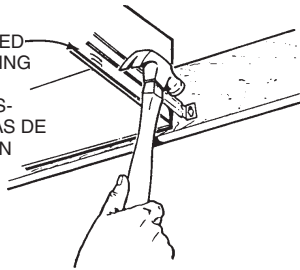

FIG. 9
- Snap the damper/duct connector onto housing. Make sure that tabs on the connector lock in housing slots. (Top of damper/duct connector will be flush with top of housing.) (FIG. 9)
- Inserte la conexión del amortiguador/ducto en la carcasa. Compruebe de que las pestañas del conector enganchan en las ranuras de la caja. (La parte superior del amortiguador/ducto debe estar a nivel con la parte superior de la carcasa). (FIG. 9)